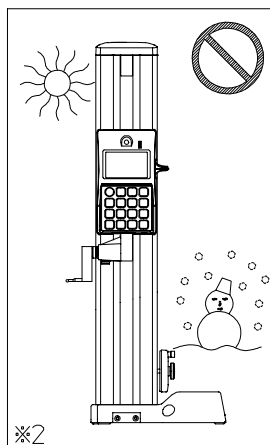

図 2
- ・ 直射日光、熱風の当たる場所でのご使用は避けてください。(図 2)